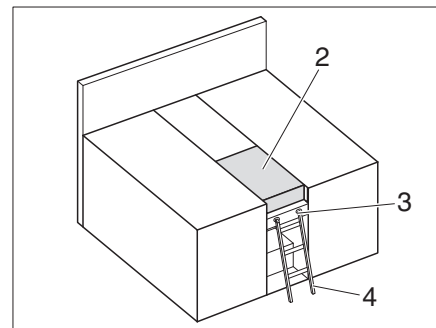

Fig. 173 Lit double
- Placer le coussin supplémentaire (Fig. 173,2).
Utiliser l'échelle de montée de série (Fig. 173,4) pour accéder au lit supérieur.
- Accrocher l'échelle de montée (Fig. 173,4) par les longerons sur le bandeau (Fig. 173,3) installé sur le cache.